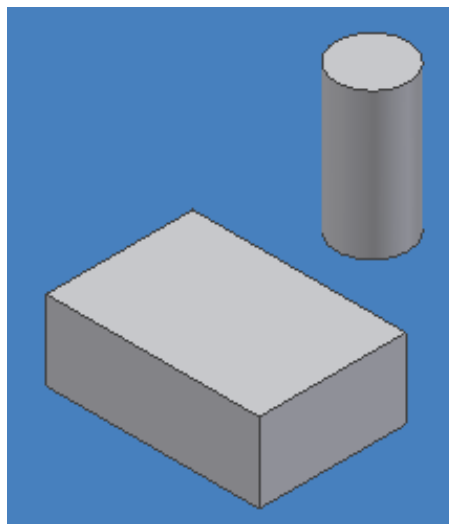

Figura 3.57 Desplazamiento del cilindro de su posición original.
- Presione OK en el cuadro de dialogo y el usuario observara que su pieza ha sido desplazada, figura 3.57.